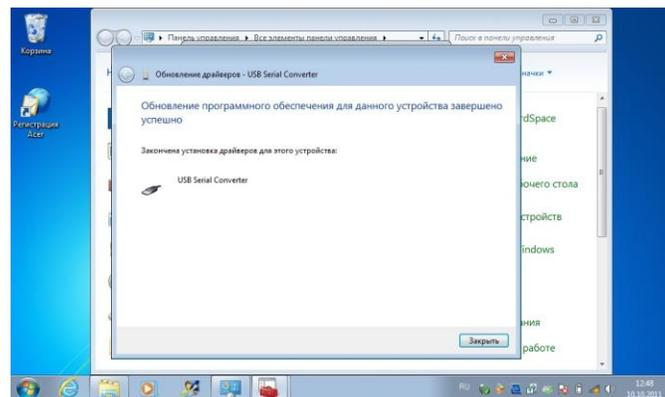

Рис. 7
12. Происходит установка драйвера и выводится окно об удачном завершении операции рис.7.